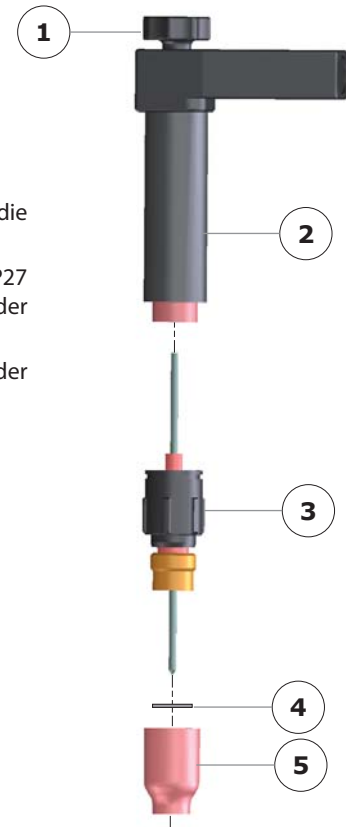
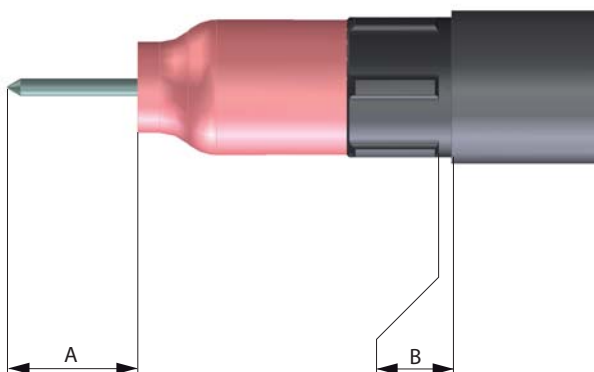

Abb. 5.6 - Zusammensetzen des Schweißbrenners
Abb. 5.7 - Elektrodenüberstand A und Spiel B zwischen Brennerkörper und Gaslinse
- Die Keramikdüse (Abb. 5.6 - Index 5) mit der Teflondichtung (Abb. 5.6 - Index 4) auf die vorbereitete Gaslinse (Abb. 5.6 - Index 3) aufschrauben.
- Die Bauteile auf den Brennerkörper (Abb. 5.6 - Index 2) des Schweißbrenners WP27 schrauben, dabei soll ein Spiel B von 2 bis 3 mm zwischen der Hülse und Stegen der Gaslinse erhalten bleiben (Abb. 5.7).
- Den gewünschten Elektrodenüberstand A (Abb. 5.7) durch Hineinschieben oder Herausziehen der Elektrode einstellen.